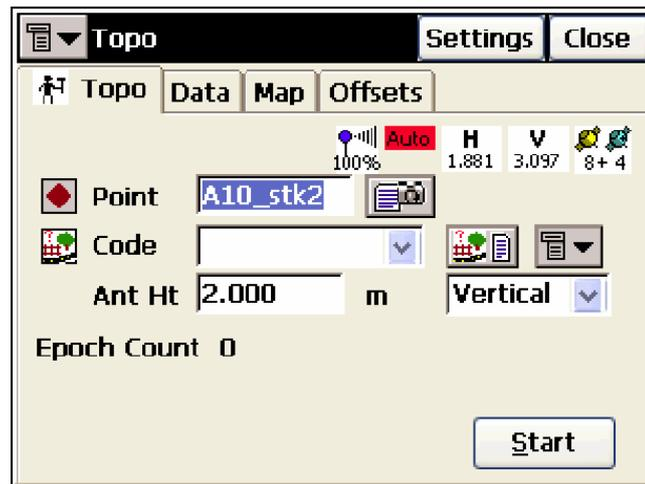

Рисунок 6-10. Топо
1. Выберите меню **Survey > Топо (Работа > Стой-Иди)**, введите номер точки, при необходимости сделайте фотозаметку, нажав на кнопку (:::), выберите код, задайте высоту антенны и способ ее измерения (рис. 6-10).